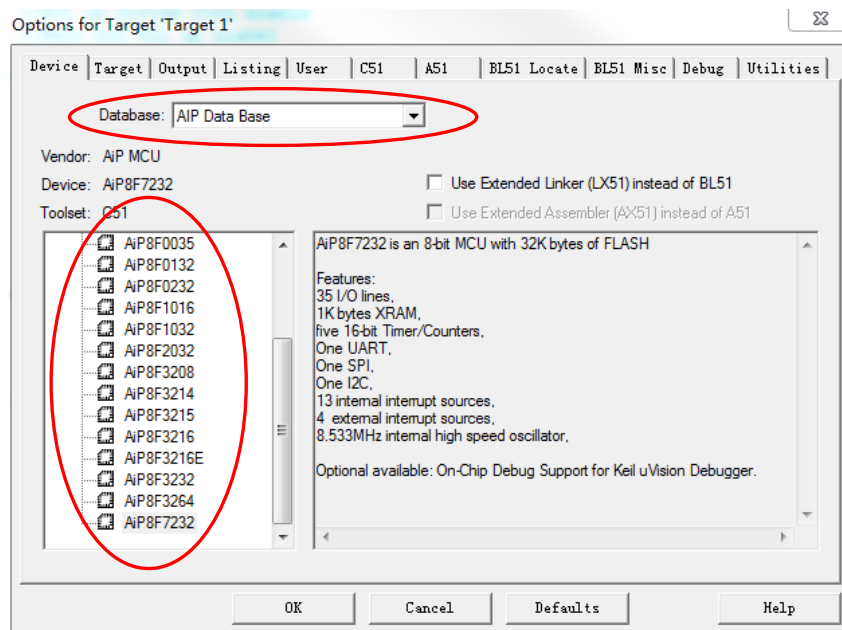
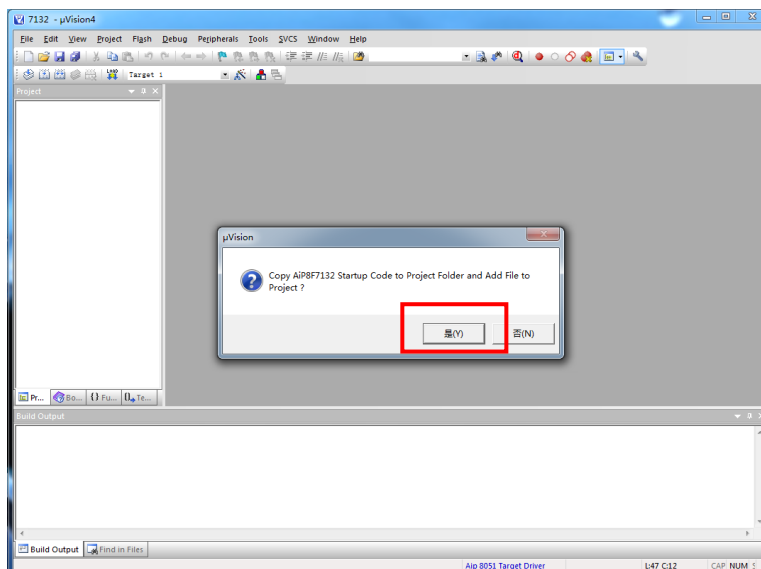
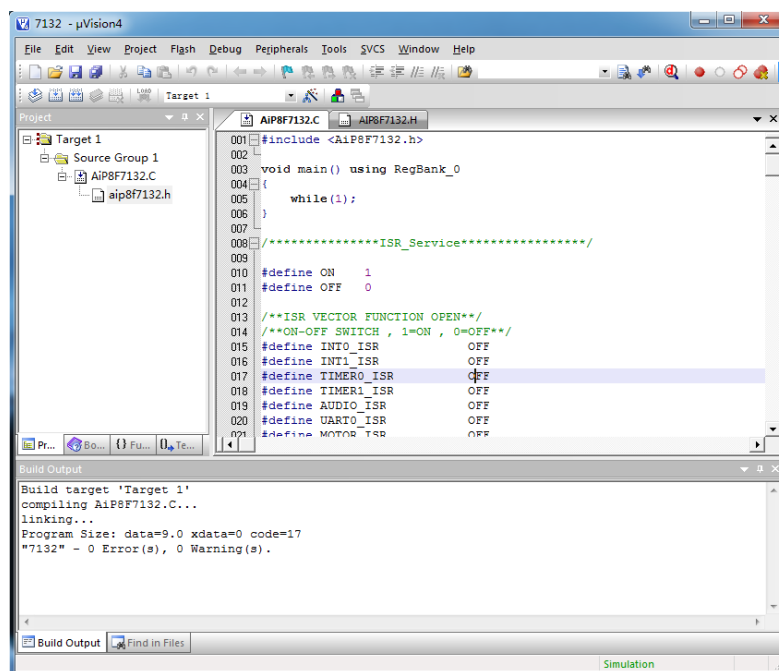

图 3-1 选择 AiP MCU 芯片数据库
图 3-2 新建工程自动添加文件界面
图 3-3 新建工程编辑用户程序
- 1) 打开 Keil 开发环境，此处新建 AiP8F7132 为例予以说明：菜单栏点击 Project->New u Vision Project...，输入工程名称后，出现如图 3-1 所示选择 CPU 数据库界面，选择 AiP Data Base 选项，之后出现如图 3-2 所示界面，用户可根据需求选择 MCU 型号，点击“OK”即可。
- 2> 进入如图 3-2 所示界面，点击“是”，若提示该文件已存在是否替换，继续点击“是”，则进入图 3-3 界面，对文件编译后，可自动调用对应头文件，用户在此基础上根据自己需求编写用户程序。